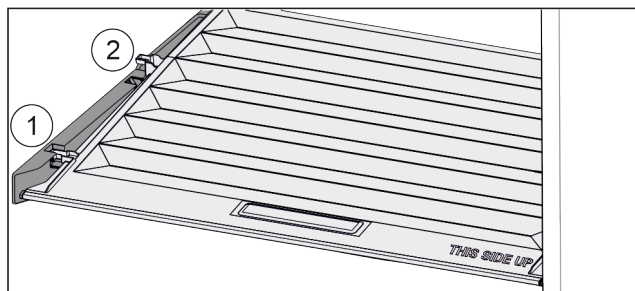

Fig. 147
- ▶ Кришку до отвору в деталях для підтримки потягнути вперед Fig. 147 (1).
► Підняти ззаду знизу та вийняти Fig. 147 (2) вгору.